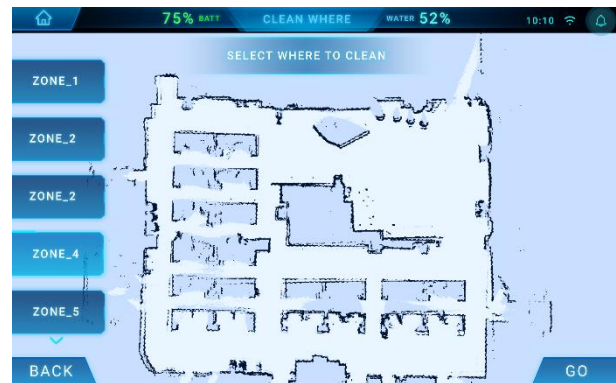

Fig 11
16. Kies de plaats van de kaart (Fig 11).